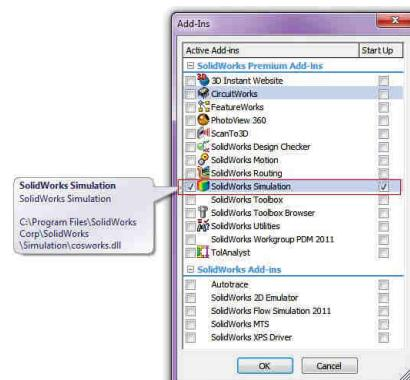

Fig. 4.6
- Se va selecta modulul **SolidWorks Simulation**; prin selecția acestuia în secțiunea **Active Add-ins** modulul va fi disponibil numai în sesiunea de lucru curentă; prin selecția acestuia în secțiunea **Active Start Up** modulul va fi automat încărcat la fiecare sesiune de lucru, fig. 4.6.
- Select **SolidWorks Simulation** module; by selecting the check box under **Active Add-ins** loads the application will be available for the current session; by selecting the check box under **Start Up** the application will be available for every session, fig. 4.6.